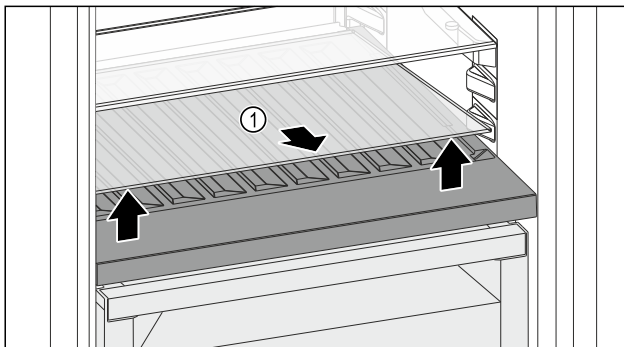

Fig. 120
- Glasplatte Fig. 120 (1) an der Aussparung vorne anheben und herausnehmen.
- Glasplatte Fig. 120 (1) außerhalb des Geräts sicher aufbewahren.